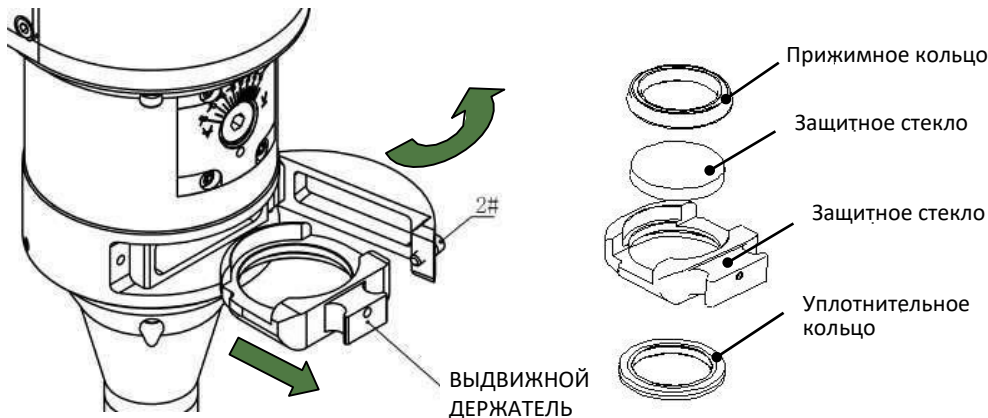

Рисунок 8 – Замена верхнего стекла
- Откройте скобу и извлеките держатель защитного стекла, взяв за ручку, как показано на рис. 8;